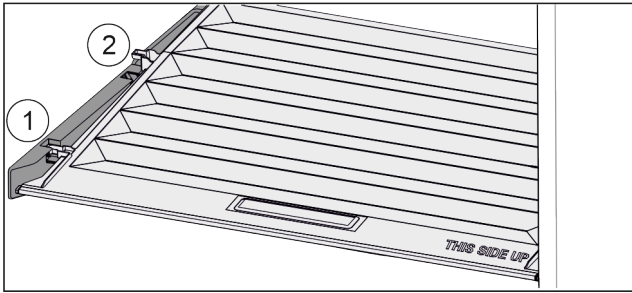

Fig. 84
- ▶ Vedä kantta kiinnikkeissä olevaan aukkoon saakka eteenpäin Fig. 84 (1).
- ▶ Nosta sitä takaosasta ja ota se pois yläkautta Fig. 84 (2).